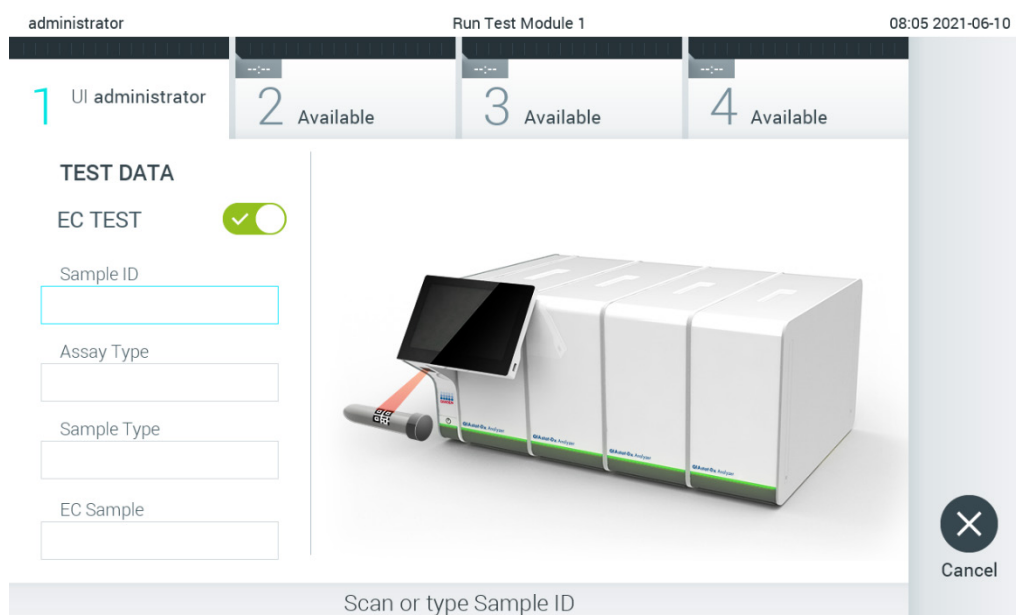

Рис. 88. Ввімкнення перемикача EC Test (Тест із зовнішнім контролем) для активації тесту із зовнішнім контролем.
2. Увімкніть перемикач EC Test (Тест із зовнішнім контролем) (Рис. 88)
3. Коли з'явиться запит, відскануйте штрих-код ідентифікатора зразка зчитувачем штрих-кодів, вбудованим в операційний модуль (Рис. 88).